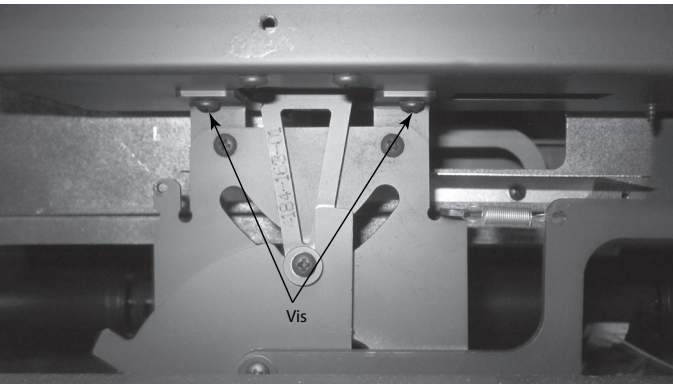

Figure 4.24 Visser la minuterie à la chambre à air.
- Vissez la minuterie à la chambre à air. Voir la figure 4.24.